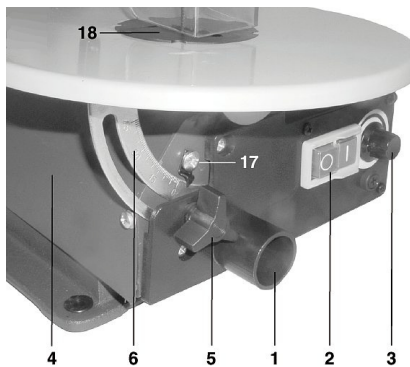

Abb. 7: Abdeckung öffnen
Schritt 2: Die linke Abdeckung (4, Abb. 7) abschrauben.
Schritt 5: Sägeblatt durch den Tischeinsatz (18, Abb.7) nach oben herausziehen.